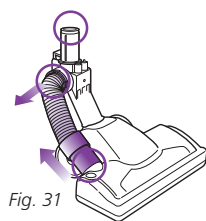

Fig. 31
- Détachez le tuyau de la brosse à ensemble les languettes et en retirant, et en-dessous en retirant le connecteur. Inspectez l'intérieur des 3 ouvertures. (Fig. 31)